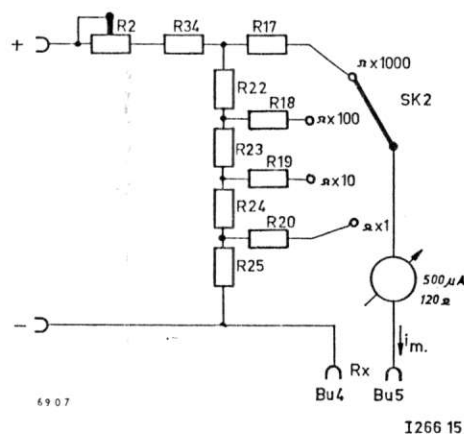

Fig. 6. Het meten van weerstanden
E. Het meten van weerstanden (fig. 6)